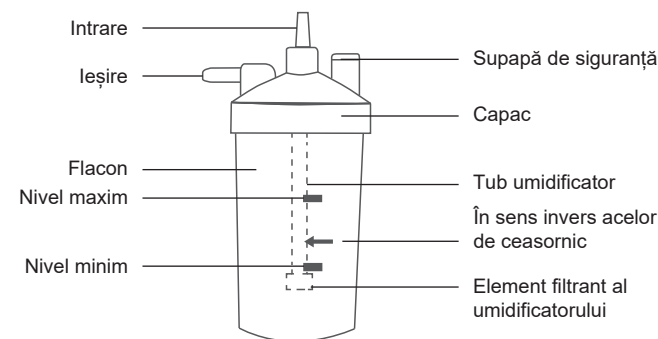

Figura 5: Componentele umidificatorului
1. Deșurubați flaconul din umidificator în sensul acelor de ceasornic. Umpleți flaconul cu apă filtrată (sau apă distilată) până la nivelul dintre MAXIM și MINIM. Nu umpleți flaconul umidificatorului peste nivelul MAXIM. (Figura 5)